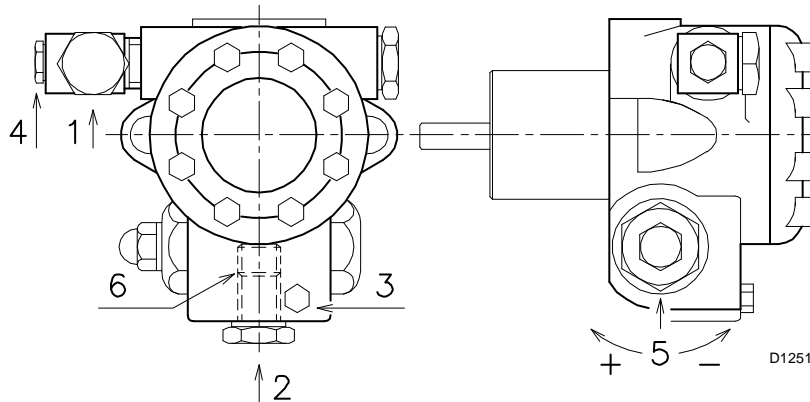

Fig. 19
- A fin de que la bomba pueda autocebarse, es indispensable aflojar el tornillo 3) (Fig. 19) de la bomba para purgar el aire que pueda haber en el tubo de aspiración.
Para variar la presión de la bomba, usar el tornillo 5)(pág. 17 Fig. 19)